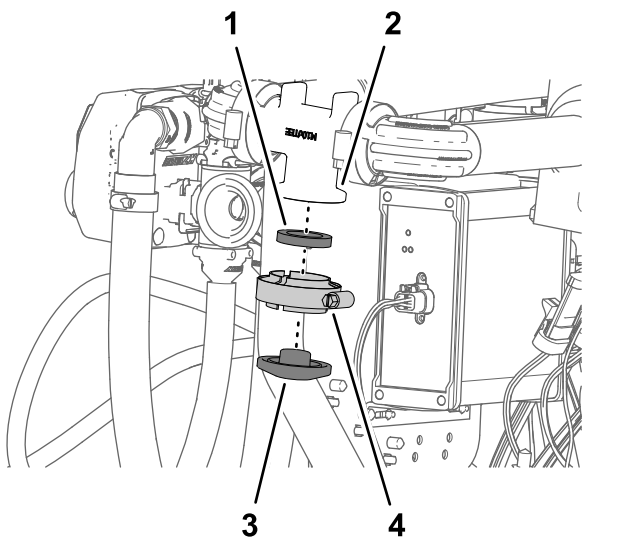

Figura 136
3. Monte a braçadeira direita na flange do coletor do fluxímetro com a braçadeira de flange e a junta que removeu no passo 2 e aperte a braçadeira à mão (**Figura 136**).